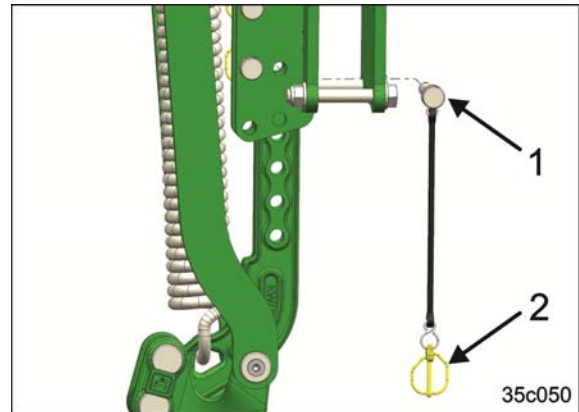

Bild 123
1. Avlägsna låssprinten (Bild 123/2).
3. Avlägsna säkringsbulten (Bild 123/1).
4. För spårluckraren till önskat läge med griphandtaget och sätt i säkringsbulten (Bild 123/1).
5. Säkra säkringsbulten med låssprinten (Bild 123/2).
4. Håll spårluckraren i griphandtaget och avlägsna den ur fästet (Bild 123/3).
- För spårluckraren till önskat läge med griphandtaget (Bild 123/3).